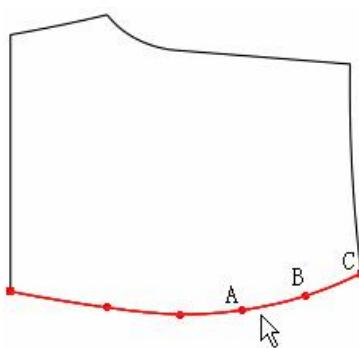

图 1
**情况一、**如下图 1，调整点 C 时，点 A、点 B 按比例调整。-此情况适用于自由设计结构线。